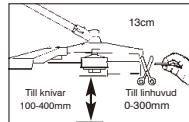

Fig. 9A
**OBS:** Minska belastningen på motorn vid start och varmkörning genom att kapa av utskjutande trimmerlinia till 13 cm längd (Fig. 9A).